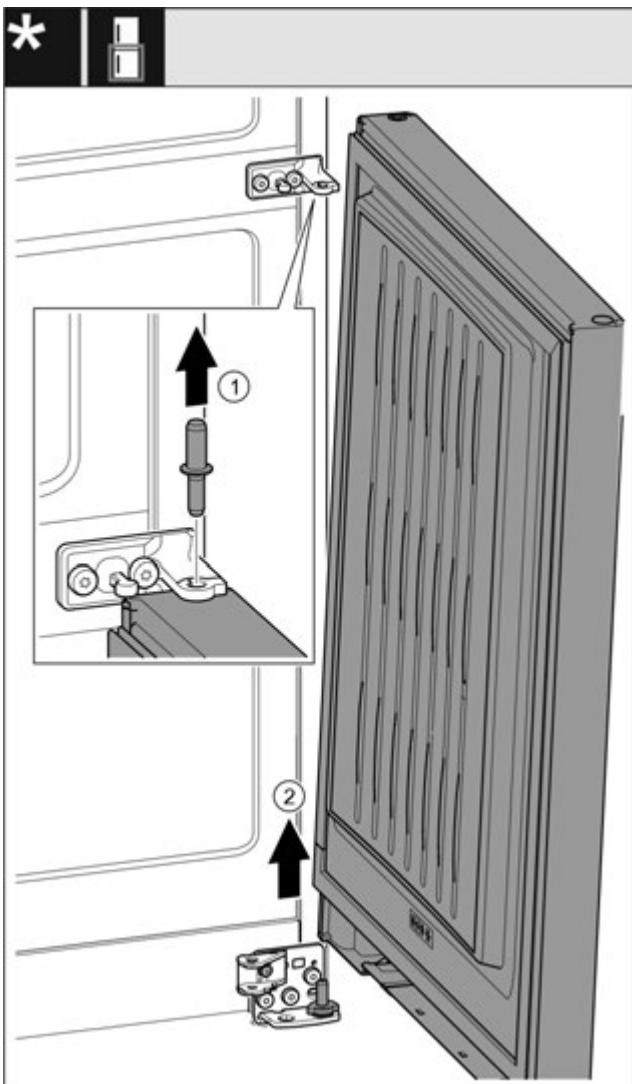

Fig. 23 \*
- Витягніть гвинт догори. Fig. 23 (1)\*
- Відкрийте дверцята, зніміть рухом вгору та відкладіть убік. Fig. 23 (2)\*